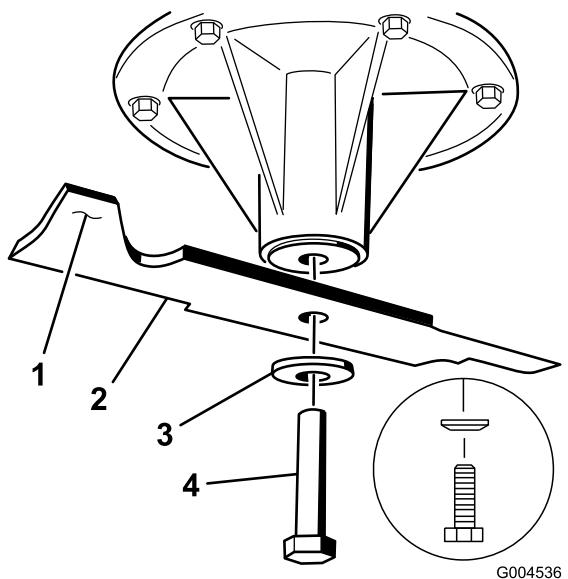

Figura 96
2. Retire del eje el perno de la cuchilla, la arandela curva y la cuchilla (Figura 96).